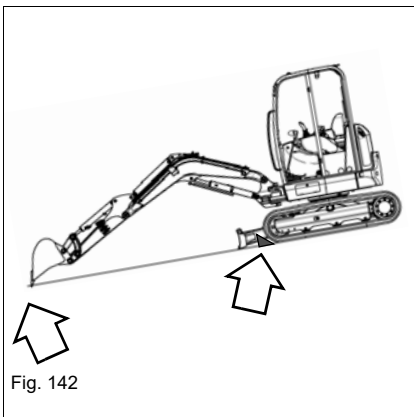

Fig. 142
- Placer des cales pour empêcher que la machine se déplace (voir la Fig. 142).